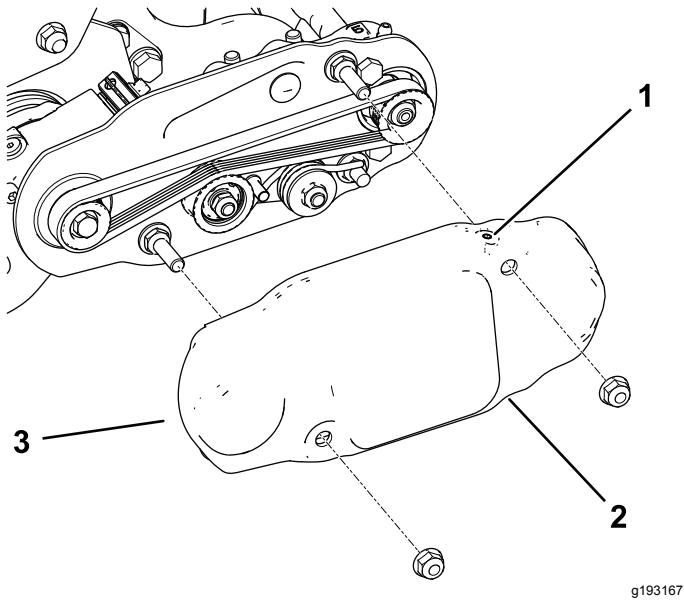

図 16
2. 取り付けボルトにベルトカバーを取り付けてフランジナット2個で固定する図 16。